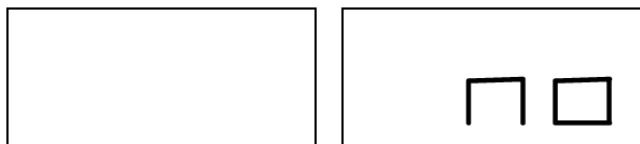

Рис. 6.2 - Программа Скрытых Грузиков невозможна или для выбранной позиции не допускается
8. Если выбранный угол больше 120° , на стенде отображается надпись, как на рис. 6.2, в течение одной секунды и будет издаваться трехкратный звуковой сигнал, это означает, что необходимо повторить процедуру в шаге 7 еще раз. Если угол меньше 120° , то стенд немедленно выведет значение внешнего грузика $W2$.